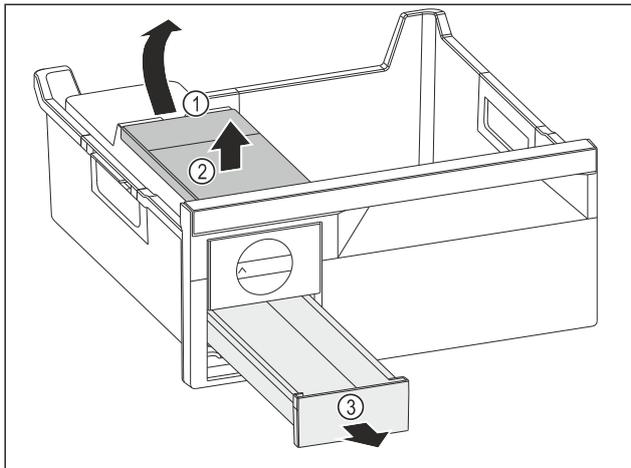

Fig. 88
- ▶ Estrarre il serbatoio dell'acqua: Sollevare il serbatoio dell'acqua nel vano Fig. 88 (1).
- ▶ Estrarre il serbatoio dell'acqua Fig. 88 (2) verso l'alto.
- ▶ Estrarre il cassetto del ghiaccio Fig. 88 (3) in avanti.